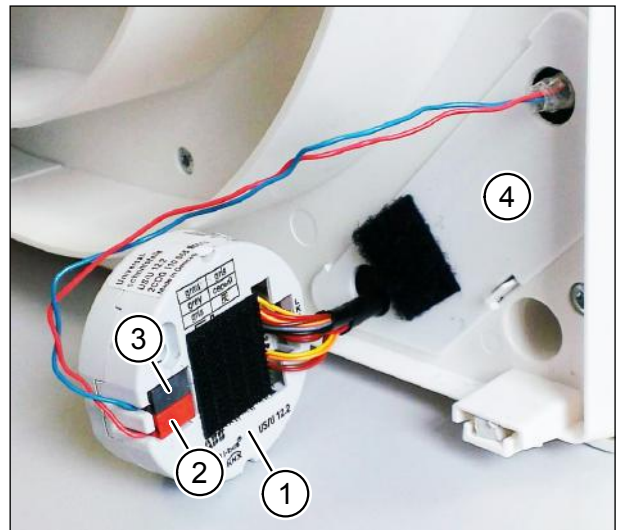

Abb. 18: KNX-Buskabel an KNX-Schnittstelle anschließen
- ▶ Ziehen Sie die KNX-Schnittstelle (Pos. 1 in Abb. 18) vom Netzwerkdeckel (Pos. 4 in Abb. 18) ab.
- ▶ Schließen Sie die Busader „+“ an die rote Klemme (Pos. 2 in Abb. 18) an.
- ▶ Schließen Sie die Busader „-“ an die graue Klemme (Pos. 3 in Abb. 18) an.
Die Platine mit den Klemmenblöcken befindet sich hinter dem Netzwerkdeckel (Pos. 4 in Abb. 18).
- Zum Programmieren der KNX-Schnittstelle muss die Programmierertaste (siehe Pos. 4 in Abb. 14 auf Seite 21) gedrückt werden. Ziehen Sie dazu die KNX-Schnittstelle vom Netzwerkdeckel ab (siehe Pos. 4 in Abb. 18 auf Seite 25).
- ▶ Befestigen Sie die KNX-Schnittstelle wieder am Klettverschluss auf dem Netzwerkdeckel (siehe Abb. 18 auf Seite 25).